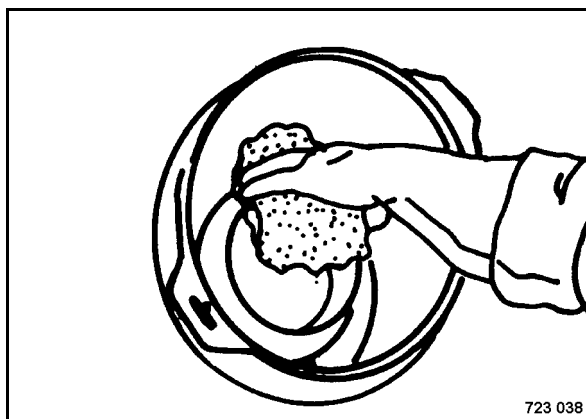

Fig. 195
- Pulire la superficie di tenuta del tubo di scarico (Fig. 195).